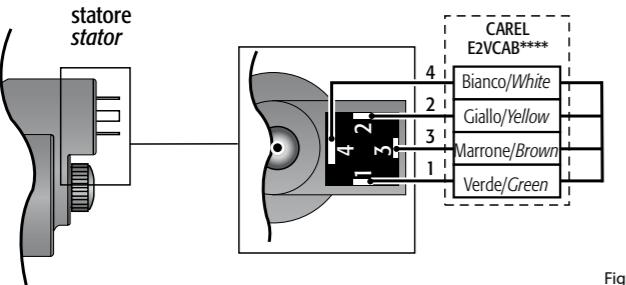

Fig. 3
8. Collegare il connettore già cablato al motore passo passo nel relativo alloggiamento e serrare la vite con una coppia di 0,5 Nm seguendo le indicazioni in Fig. 3. Collegare a questo punto l'estremità quadrilaterale del cavo nei relativi morsetti del Driver CAREL EVD\*\*\* o relativo controllo omologato CAREL ed impostare i parametri secondo il set riportato nella tabella sottostante.
8. connect the pre-wired connector to the socket on the stepper motor and tighten the screw, applying a force of 0.5Nm, following the indications in Fig. 3. Then connect the four-pin end of the cable to the corresponding terminals on the CAREL EVD\*\*\* driver or other approved CAREL controller, and set the parameters as shown in the table below.
8. Den vorverdrahteten Steckverbinder an den Schrittmotor anschließen und die Schraube nach den Anleitungen der Fig. 3 mit 0,5 Nm Drehmoment zudrehen. Das Wierelperlable an die entsprechenden Klemmen des CAREL-Treibers EVD\*\*\* oder an eine andere zulässige CAREL-Steuerung anschließen und die Parameter gemäß nachstehender Tabelle einstellen.